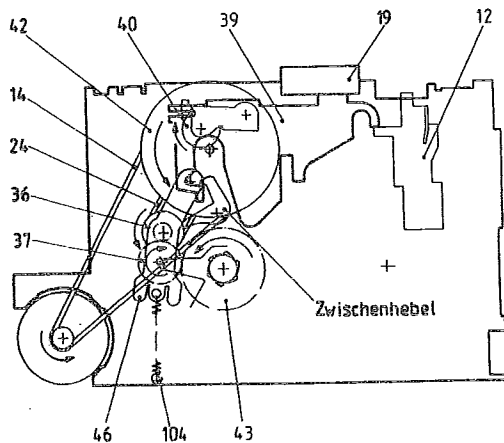
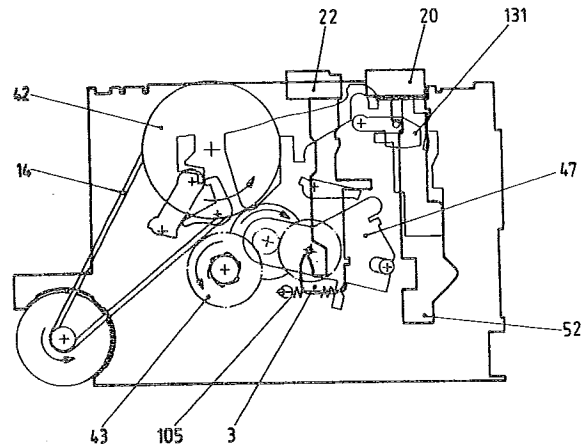

Abb. 2: Wiedergabe
Abb. 3: Schnelllöschen, vorwärts
Die Abb. 2 bis 4 zeigen die einzelnen Funktionen des Laufwerkes. Bei allen Laufwerkfunktionen wird über die Bewegung einer der zwei Rastschienen der Laufwerkschalter (49) betätigt und damit der Motorstromkreis geschlossen. Der Motor (132, 133) treibt über die Antriebspese (14) die Schwungmasse (42) an, und diese wiederum die Riemenscheibe (36) und das Rad 37z (37) über die Zwischenpese (24).
### 3.1. Funktion "Wiedergabe" (Abb. 2)
### 3.2. Funktion "Aufnahme" (Abb. 2,3)
Alle für die Funktion "Wiedergabe" beschriebenen Bewegungsabläufe treffen auch für den Aufnahmebetrieb zu (Abb. 2). Durch das zusätzliche Betätigen der Aufnahmetaste (20) erfolgt das Schwenken des Löschkopfes (131) in die Kassette (Abb. 3) und die Umschaltung des auf der NF-Leiterplatte befindlichen A/W-Umschalters S 1001. Die Aufnahmetaste kann gleichzeitig mit, aber auch nach der Wiedergabetaste gedrückt werden, so daß ein direkter Übergang vom Wiedergabe- in den Aufnahmebetrieb möglich ist.
### 3.4. Funktion "Vorlauf" (Abb. 3)